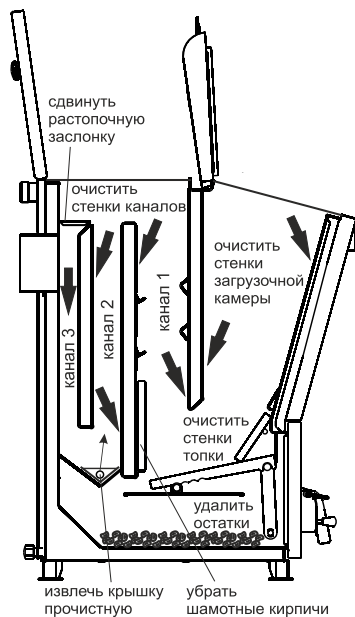

Рис.8 Схема чистки котла
7.3.3. Чистку котла от смолистых отложений и сажи рекомендуется производить на прогревом 80°С теплоносителе в котле по мере загрязнения, но не реже одного раза в три месяца в следующей последовательности (см.Рис.8):